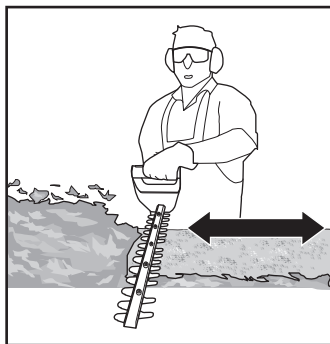

Fig. 9
9. Dacă zona de tăiat este deosebit de înaltă (fig. 9), taie în mai multe etape pentru a obține un rezultat mai bun, în loc să încerci să tai dintr-o singură mișcare; resturile tăiate mai mici vor permite o compostare mai ușoară.